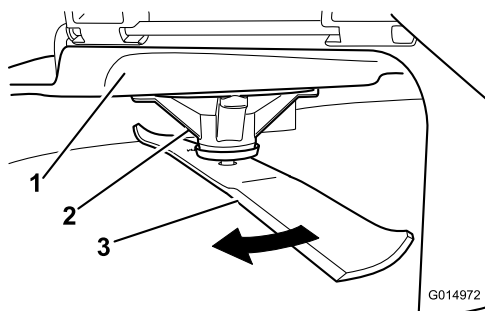

Figura 50
2. Indossando guanti ben imbottiti o altra protezione per le mani adeguata ruotare lentamente la lama da misurare in una posizione che consenta la misurazione effettiva della distanza tra il tagliente e la superficie piana su cui si trova la macchina Figura 50).